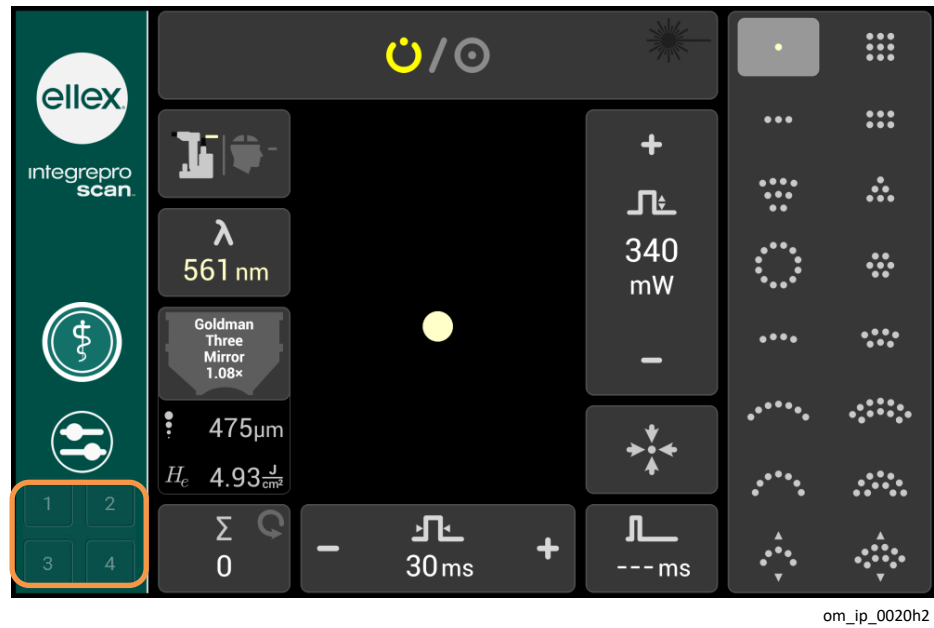

Figure 5-1
- 2 Appuyez longuement sur l'un des 4 boutons de sauvegarde (voir Figure 5-1). Une fenêtre déroulante apparaît avec des paramètres de traitement cochés par défaut.
- Sur la fenêtre principale, appuyez sur le bouton de mémoire voulu (en surbrillance dans l'encadré orange en Figure 5-1). Une fenêtre déroulante affichant les paramètres apparaît.